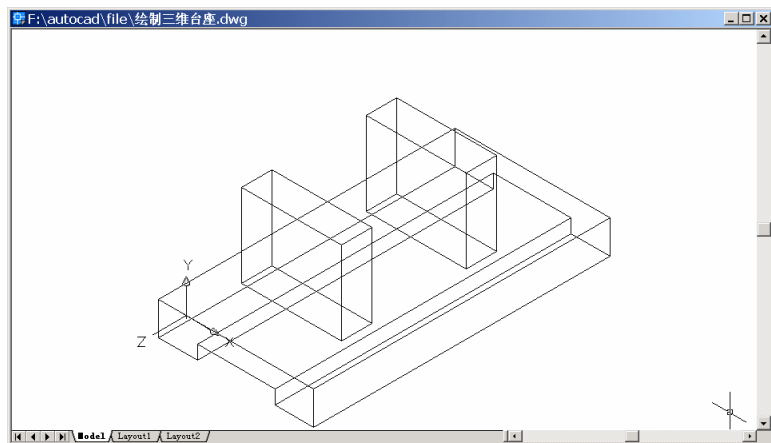

图 27.10 变换视图
(5) 用 VIEW 命令变换视图为 Southwest Isometric (西南视图), 结果如图 27.10 所示。